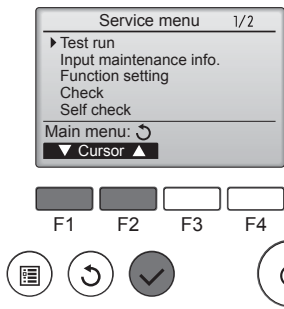

Fig. 5-3
- 3 С помощью кнопки [F1] или [F2] выберите пункт "Test run" (Тестовый прогон) и нажмите кнопку . (Fig. 5-3)